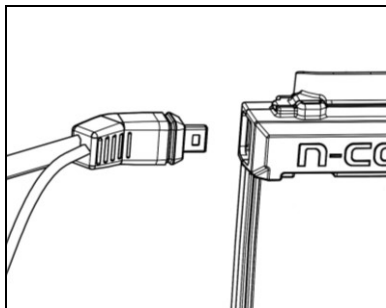

Fig. 5
- Sluit de linkerkabel aan op het andere deel, zoals is aangeduid in Fig. 5.